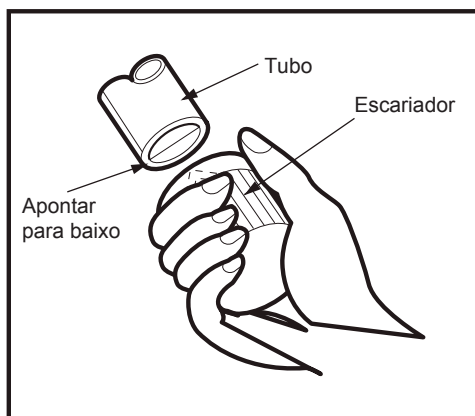

Fig. 5
- 3) Remova rebarbas nas bordas de corte. Mantenha a saída do tubo para baixo para evitar a entrada do pó de metal no tubo (Fig. 5).